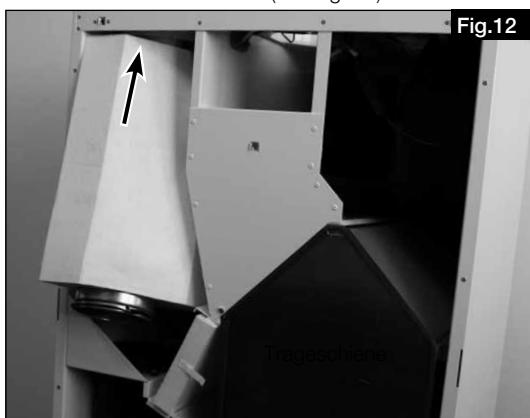

Fig. 12
12. Insérer le silencieux dans l'embout sur le côté supérieur de l'appareil (voir Fig. 12). Veiller à l'alignement correct du silencieux.